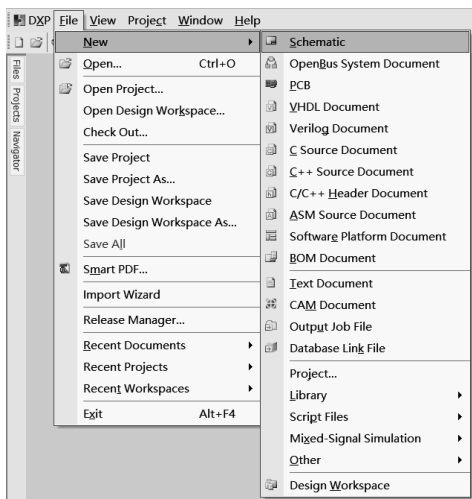

图 1-2-8 执行菜单命令 **File** → **New** 新建文件
(1) 新建文件。在工程中，执行菜单命令 **File** → **New**，在弹出的菜单中可以选择需要新建的文件，如图 1-2-8 所示。